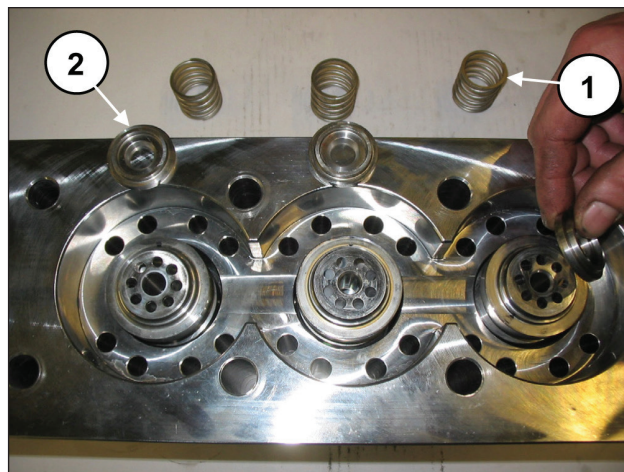

图 103
在拆卸缸套时，注意不要丢失阀门弹簧和平阀 (①和②, 图 103)，因为它们未固定，所以它们可能会掉落。